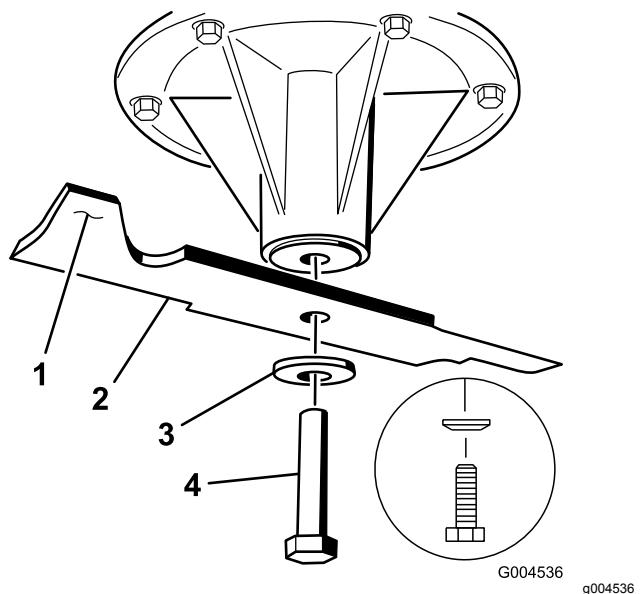

Figura 113
1. Instale lâmina no eixo (Figura 113).
2. Instale o disco de mola e o parafuso da lâmina (Figura 113).
**Nota:** O cone do disco de mola deve ser montado virado para a cabeça do parafuso (Figura 113).